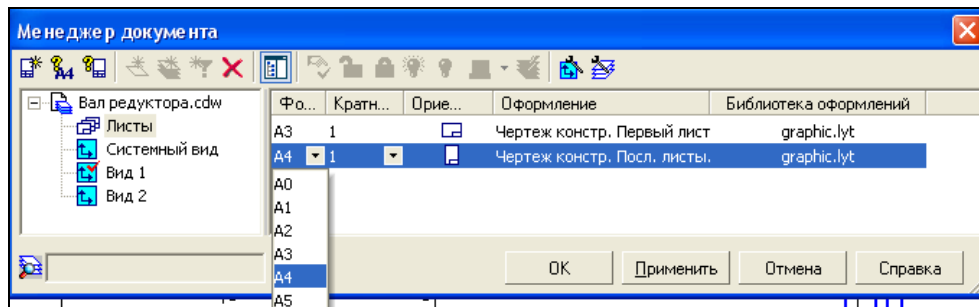

Рис. 13.1. Диалоговое окно **Менеджер документа** в режиме создания листов
- ♦ из панели инструментов **Стандартная** вызовите команду  **Менеджер документа**. Система выведет на экран диалоговое окно **Менеджер документа** (рис. 13.1). В этом случае в диалоговом окне активны: на панели инструментов кнопки **Создать лист**, **Настройка видов**, **Настройка слоев**, а в Дереве слоев и видов объекты **Листы**, **Вид 1**, **Вид 2**;